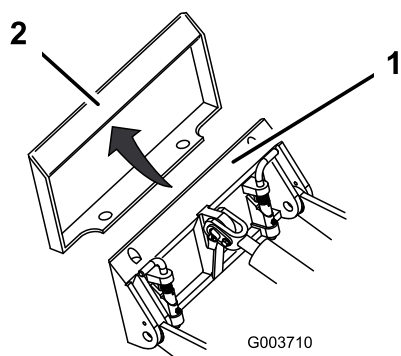

Figura 25
4. Posizionate la piastra di appoggio nel bordo superiore della piastra ricevente dell'attrezzo (Figura 25).